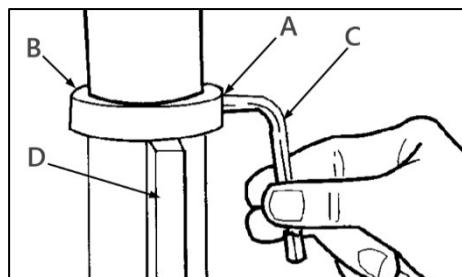

Рисунок 4.
Ослабьте установочный винт (А) (рис. 4) на зажимном кольце (В) при помощи 3 мм шестигранного ключа (С), снимите кольцо (В) и зубчатую рейку (D) с колонны.
Установите зажимное кольцо (B) (рис. 4), затяните установочный винт (A) при помощи шестигранного ключа 3 мм (C), чтобы зубчатая рейка (D) могла перемещаться при повороте стола влево или вправо вокруг колонны. Кольцо должно сидеть на зубчатой рейке свободно, перпендикулярно вертикальной оси. Затяните установочный винт достаточно, чтобы только удерживать кольцо на месте, иначе деталь может сломаться.